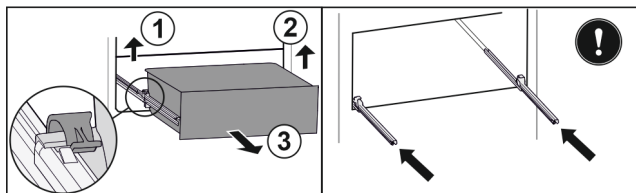

Fig. 38*
- ▶ Ridicați clema din stânga și trageți concomitent sertarul din stânga spre înainte Fig. 38 (1).*
- ▶ Ridicați clema din dreapta și trageți concomitent sertarul din dreapta spre înainte Fig. 38 (2).*
- ▶ Extrageți sertarul spre înainte Fig. 38 (3).*